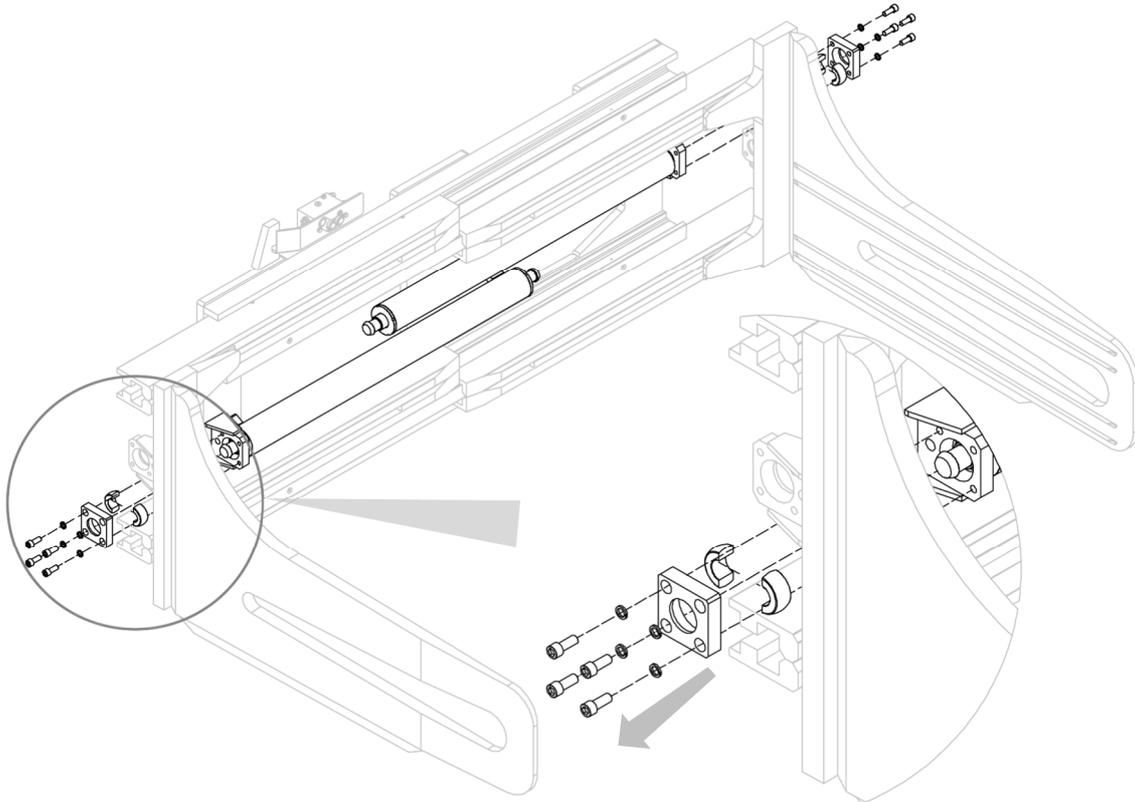

Abbildung 22
7. Entfernen Sie die Gegenflansche und Klemmringe, die die Zylinder an der Gerätestruktur befestigen. Anschließend entfernen Sie die Zylinder und achten dabei darauf, sie nicht zu beschädigen. (siehe *Abbildung 22*).